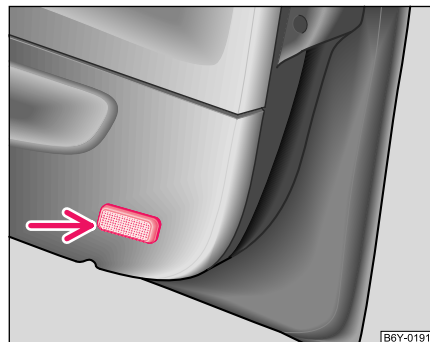

Fig. 164 Déposer le témoin de portière avant
- Insérer un couteau ou un tournevis latéralement entre l'éclairage et l'habillage de la portière ⇒ fig. 164. Débloquer prudemment l'éclairage.